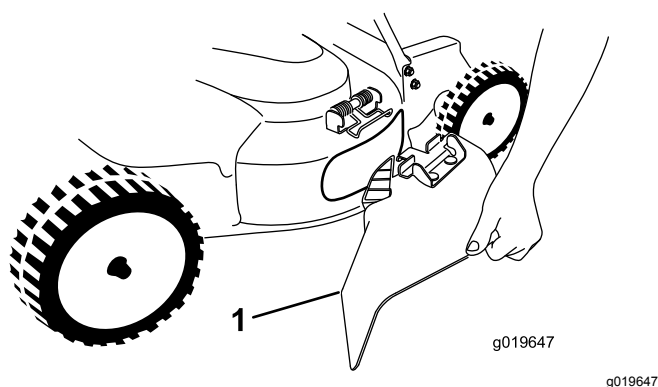

Figure 26
5. Pour monter la goulotte d'éjection latérale (Figure 26), tirez sur le ressort, placez la goulotte sur l'ouverture et abaissez le ressort sur les pattes en haut de la goulotte.